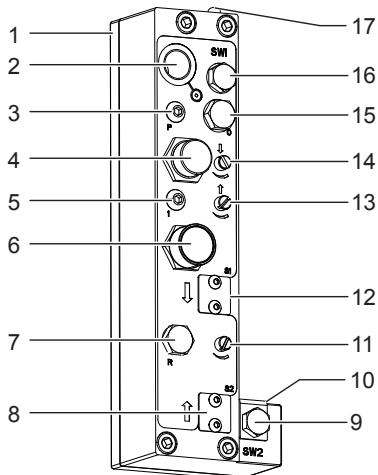

Figure 3
- Régler l'espace entre (1) et (2) de manière à ce qu'il soit égal à la profondeur de perçage requise PLUS la distance du foret au-dessus de la pièce en faisant coulisser (3).
- Bloquer l'ensemble en position à l'aide de (4) au couple recommandé.
- Placer l'HCU en (3).
- Régler l'espace entre (6) et (7) à la distance requise au-dessus de la pièce.
- Dévisser (8) en l'éloignant de l'HCU pour ajuster la résistance de l'HCU à sa valeur minimum.
- Ouvrir à fond (13) Figure 3.
- Fermer (11) Figure 3.